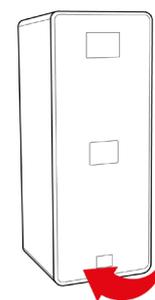

Fig. 1-6
- 7) Rimontare il pannello frontale in plastica, vedi Fig. 1-6.